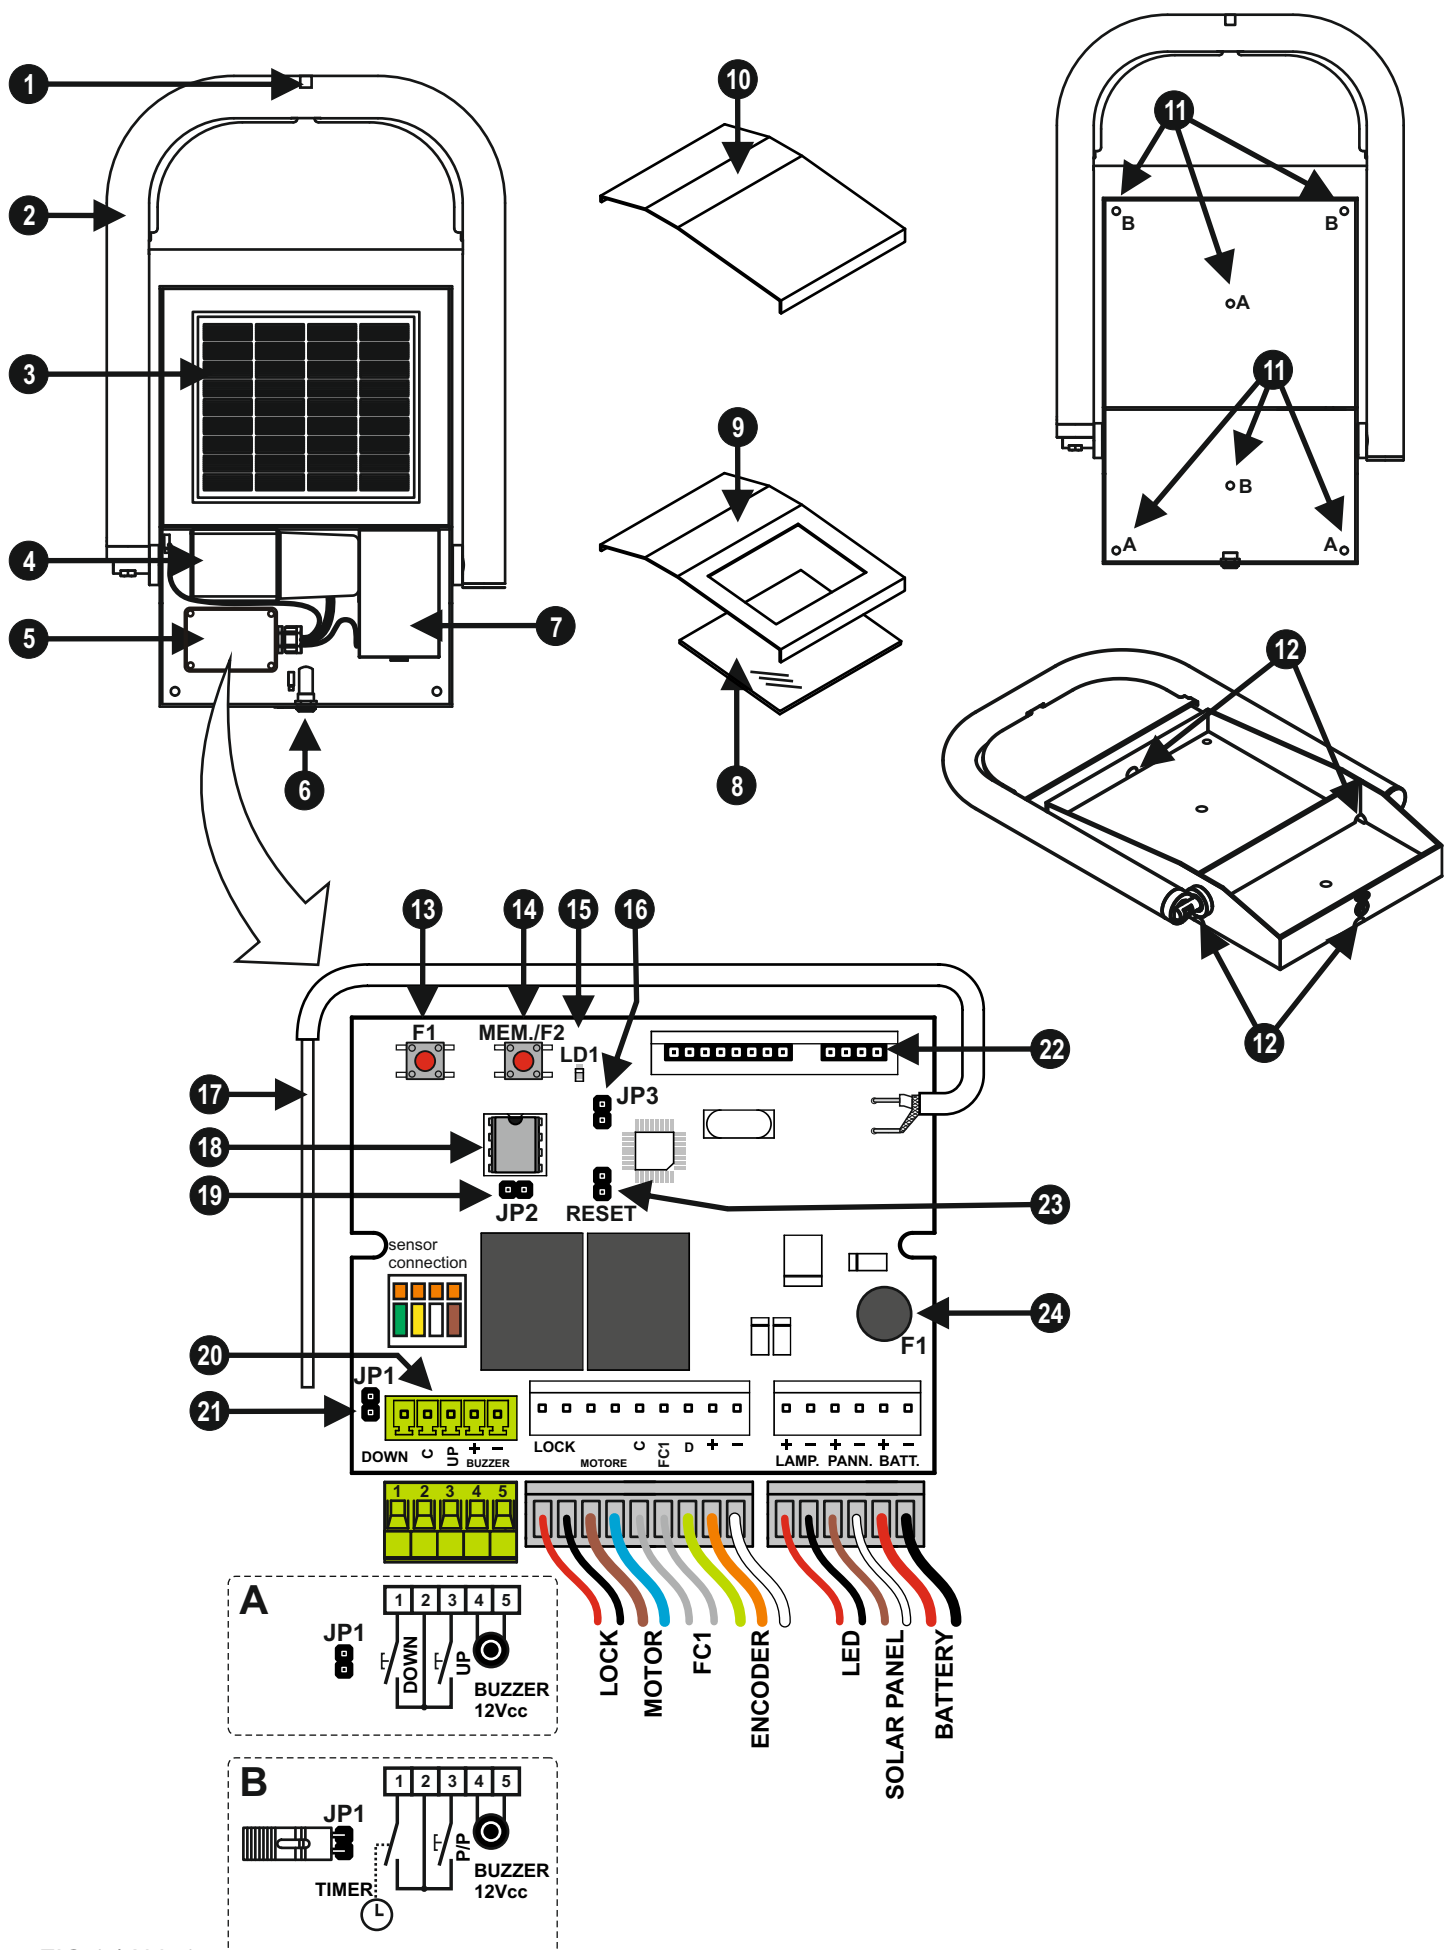

FIG.1 / Abb.1
Descrizione delle parti (fig.1)
- Non sigillare in alcun modo la struttura del PARK perché è progettata in modo che l'acqua possa defluire in caso di pioggia intensa (Fig.1, part.12).
Premere brevemente il pulsante "MEM/F2" sulla centrale il Led LD1(part. 15 Fig.1) inizierà a fare una serie di lampeggi. Durante i lampeggi premere il pulsante del radiocomando che vogliamo memorizzare: un lampeggio più lungo del LED indicherà che il radiocomando è stato memorizzato correttamente.